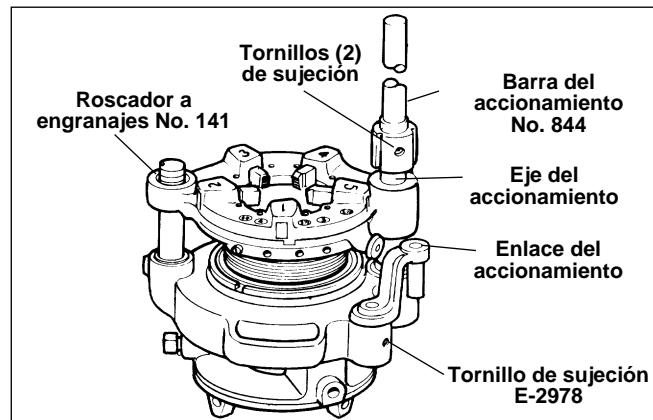

Figura 16 – Barra del accionamiento No. 844 y Enlace del accionamiento instalados
5. Instale la barra del accionamiento No. 844 (*Figura 16*) en el eje del accionamiento del roscador a engranajes No. 141 y apriete los dos (2) tornillos de sujeción con una llave de cubo hexagonal de $\frac{5}{16}$ pulg.